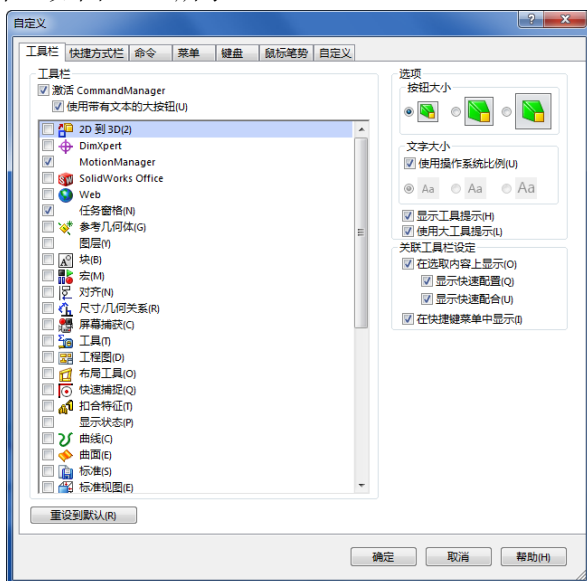

图 1-28 “自定义”对话框
(1) 执行命令。执行“工具”→“自定义”菜单命令, 或者在工具栏区域单击鼠标右键, 在快捷菜单中选择“自定义”选项, 此时系统弹出图 1-28 所示的“自定义”对话框。
(2) 设置工具栏。选择对话框中的“工具栏”标签, 此时会出现系统所有的工具栏, 勾选需要的工具栏。
(3) 确认设置。单击对话框中的“确定”按钮, 操作界面上会显示选择的工具栏。